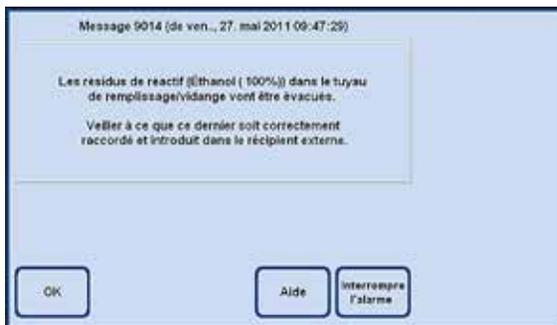

Fig. 167
- La fin du processus est annoncée dans une fenêtre d'information (fig. 167). Pour continuer de travailler, confirmer ce message par **OK**.